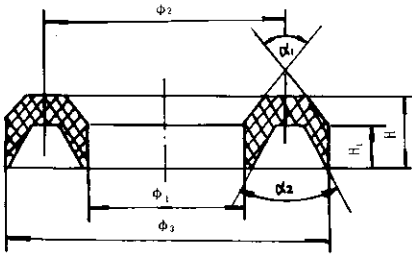

图 2
- 气动双座阀主要易损件有阀芯、阀座、波纹膜片、填料(表 2、图 2)以及垫片(表 3)等, 如发现常应于更换。